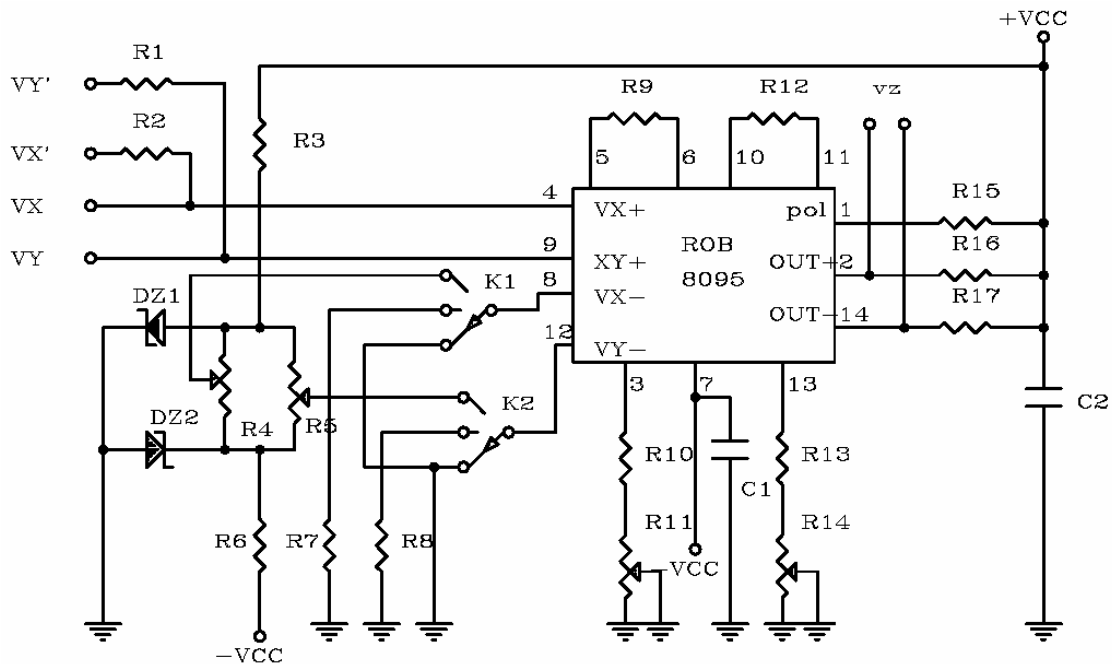

Fig. 5
1. Se identifică pe placa de circuit imprimat montajul din Fig. 5 și se notează valorile componentelor folosite.